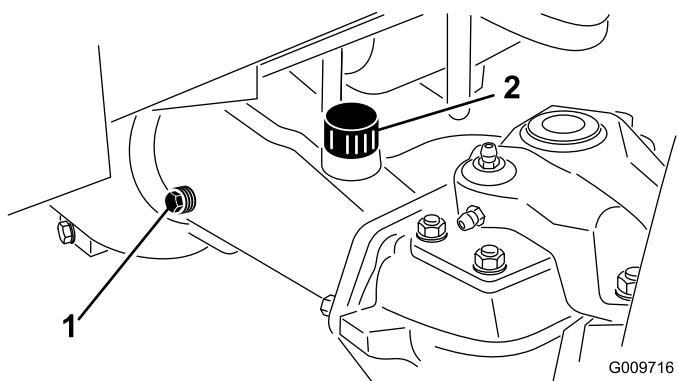

図 109
- アクスルの一方の端部から点検用プラグ 図 109 を抜き、穴の高さまでオイルがあることを確認する。量が不足している場合は、給油プラグ 図 109 をはずして補給する。